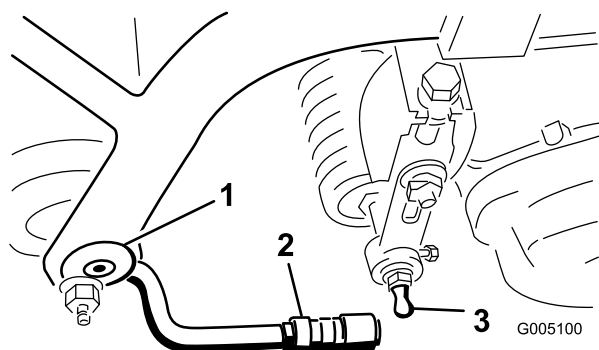

Figura 11
- Coloque uma arruela e um tampão esférico em cada uma das extremidades do cilindro dianteiro das unidades de corte (Figura 11).
- Faça deslizar a manga para a junta esférica e rode o braço de apoio para baixo até que o suporte encaixe no tampão esférico. Liberte a manga, fazendo-a deslizar para o engate, bloqueando desta forma a estrutura (Figura 11).